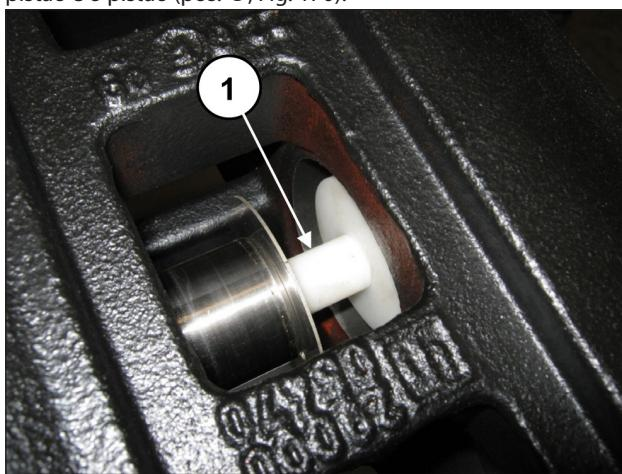

Fig. 170
Insira a ferramenta tampão no. 27632500 entre a guia do pistão e o pistão (pos. ①, Fig. 170).